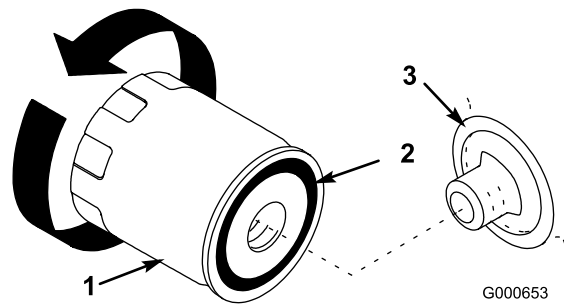

Bild 31
- Entfernen Sie den Altfilter und wischen die Kontaktfläche am Filteradapter (Bild 31) ab.
11. Ölen Sie die Gummidichtung am Ersatzfilter leicht mit Frischöl ein (Bild 31).
12. Setzen Sie den Ersatzölfilter auf den Filteradapter auf. Drehen Sie den Ölfilter nach rechts, bis die Gummidichtung den Filteradapter berührt. Ziehen Sie ihn dann um eine weitere halbe Umdrehung an (Bild 31).